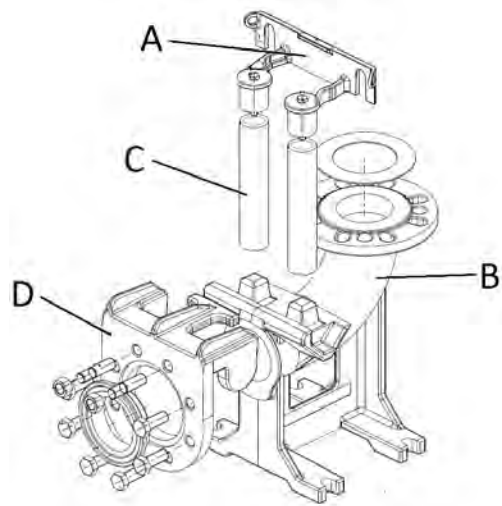

Abb. 5
- Den Verankerungs-Bügel der Rohrführungen (Abb. 5 - Pos. A) am Rand des Beckens befestigen.
- Den Stützfuss zur automatischen Koppelung (Abb. 5 - Pos. B) am Boden des Abflußschachtes positionieren und mittels dem Senkblei überprüfen, dass die konischen Vorsprünge zum Einstecken der Rohrführungen mit den entsprechenden Vorsprüngen des Verankerungs-Bügels des Beckenrandes perfekt rechtwinklig sind. Es ist auch die Ebenheit mittels einer Wasserwaage zu überprüfen.
- Die Position der Ösen am Stützfuss markieren und dann die exakte Länge der Führungsrohre messen (Abb. 5 - Pos. C).
- Den speziellen Gleitflansch (Abb. 5 - pos. D) auf die Auslassöffnung der Pumpe montieren und das Seil oder die Kette an die Griffe oder Schlitze am oberen Teil des Gehäuses anhängen.